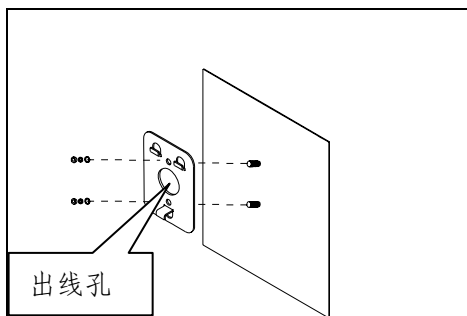

图 7
3.3.3.1.2 在安装孔中装入 2 个 M6 膨胀螺栓,然后将电源线,视频线,RS485 控制线,地线从出线孔中穿出,如图 7,8 所示